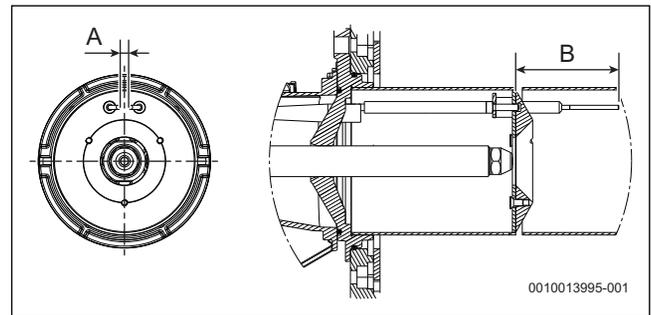

Fig. 100 Réglages de l'électrode
- ▶ S'assurer que les paramètres d'alignement de l'électrode sont corrects → Fig. 100.